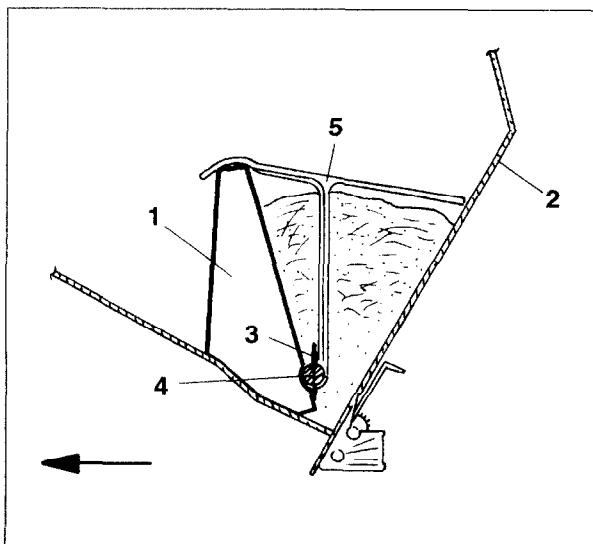

Fig. 16.1
Le réducteur de capacité (fig. 16.1/1) permet de réduire très fortement la capacité de chargement de la trémie du semoir (fig. 16.1/2). Cet accessoire permet de distribuer la semence du colza, coûteuse, sans reliquat.
- Positionnez les doigts (fig. 16.1/3) de l'arbre d'agitateur verticalement.
- Les profils en mousse (fig. 16.1/1) s'appuient sur l'arbre d'agitateur (fig. 16.1/4) et doivent être de plus fixés à l'aide d'agrafes (fig. 16.1/5).